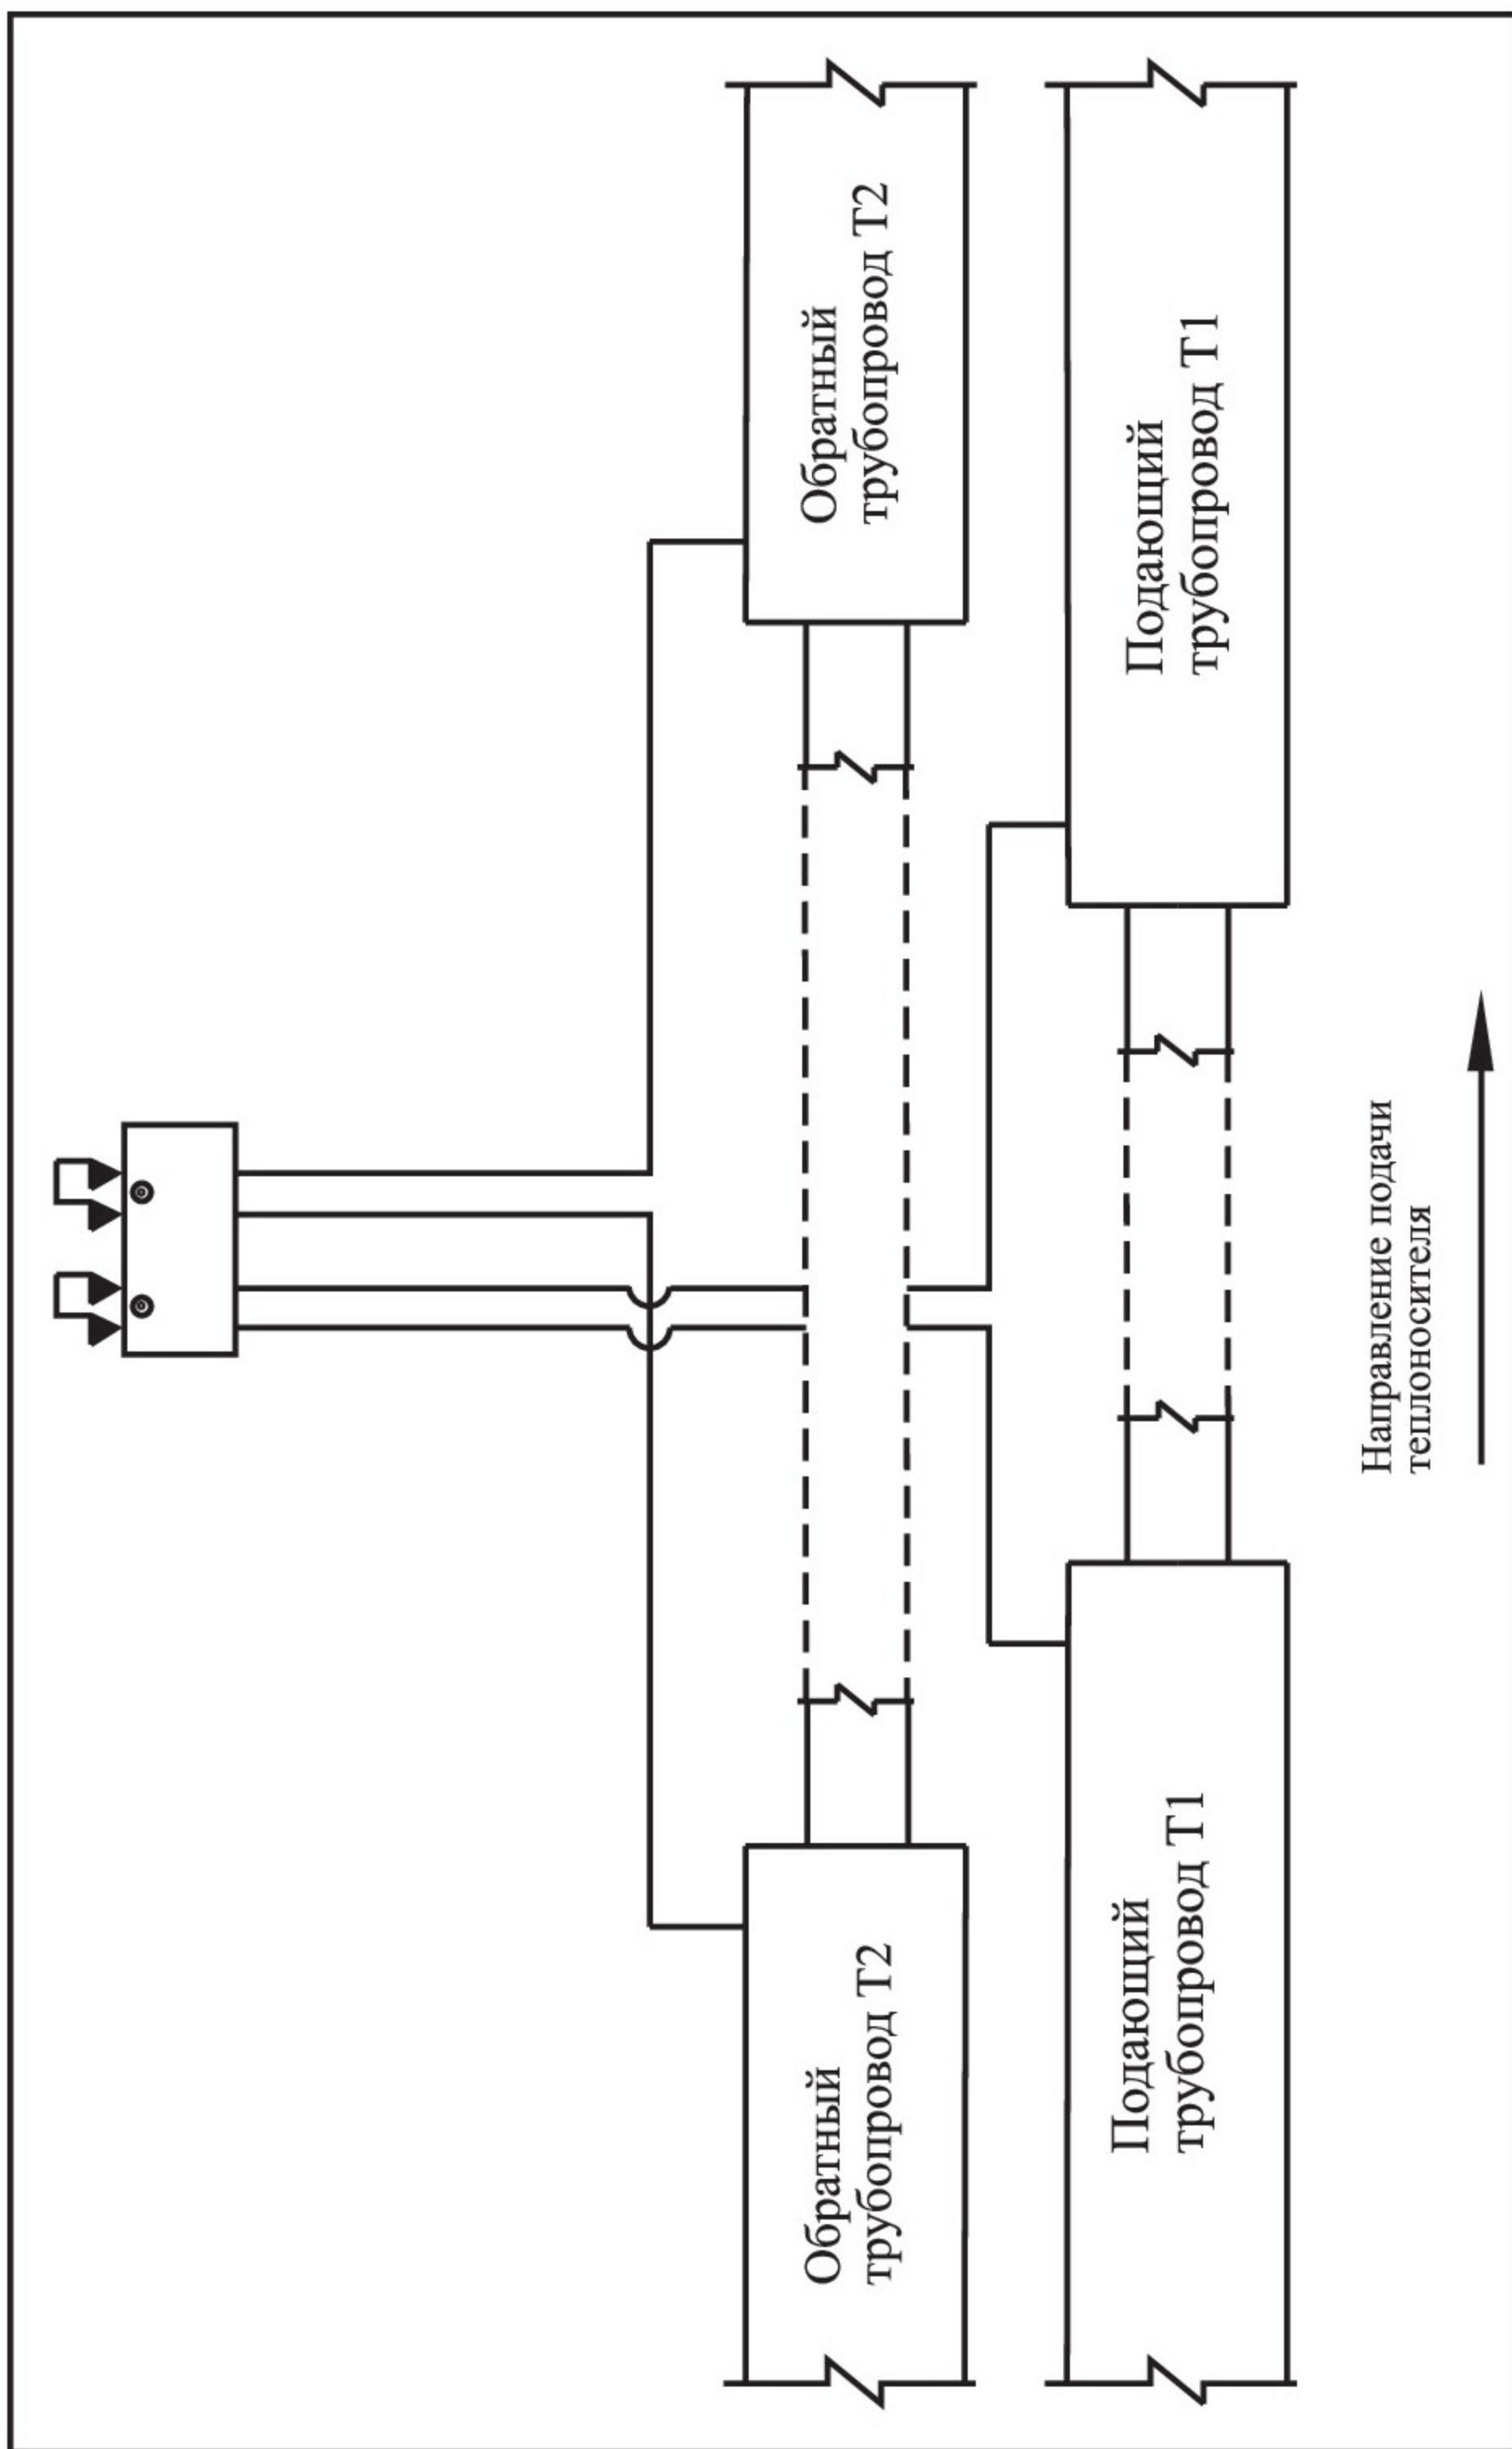

Рис. 5 Соединение двух независимых двухтрубных систем ОДК
2.4. Соединение двух независимых двухтрубных систем ОДК, сходящихся с двух сторон в тепловой камере или другом подобном объекте - **Рис. 5, 10.**